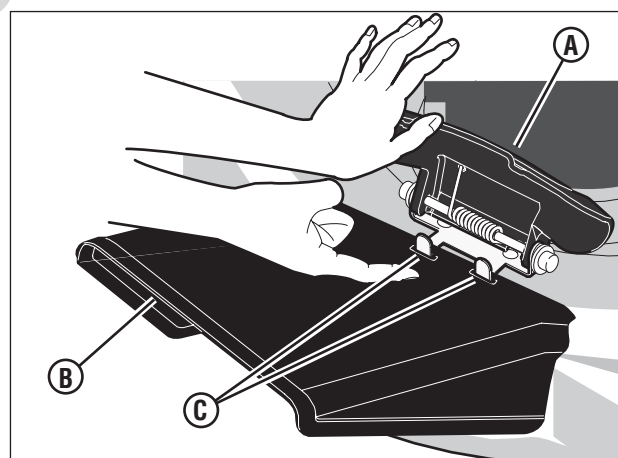

Figure 8 : Installation du déflecteur d'éjection
1. Soulever le couvercle de déchiquetage (**A**, **Figure 8**).